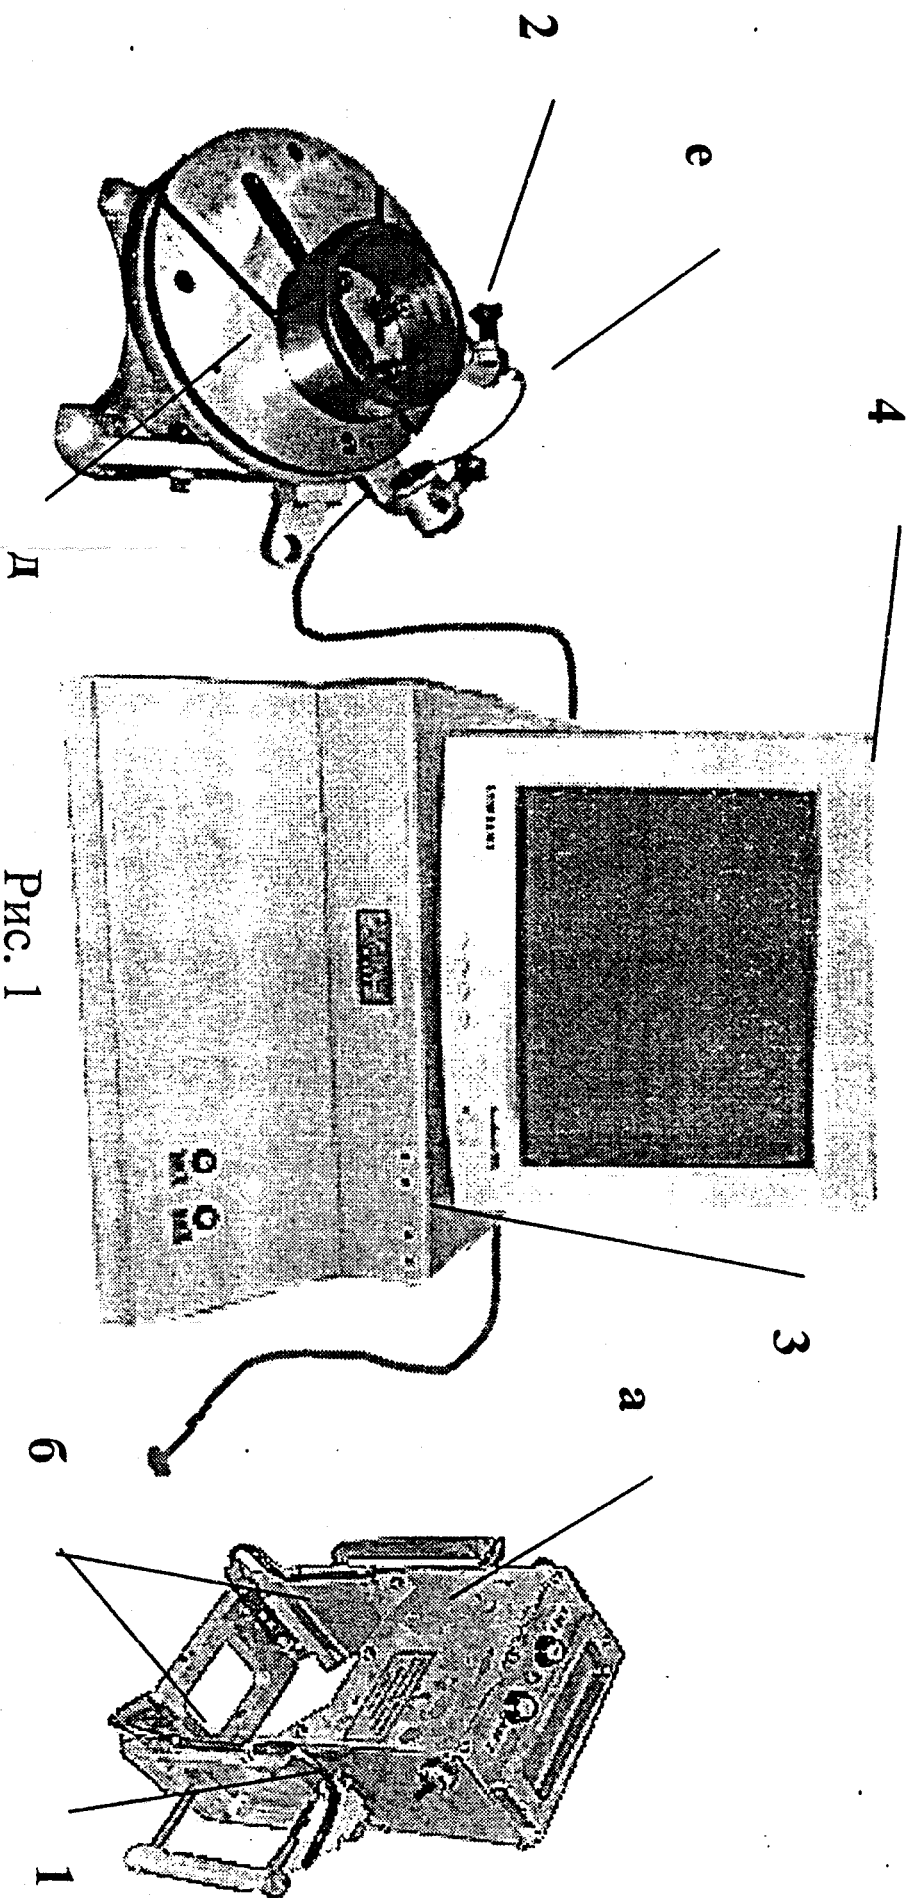

Рис. 1
- измерительного устройства для контроля (измерений) наружного диаметра шейки оси "Призма" – УПК-01.02.000, поз.1 (Рис.1) с индуктивными преобразователями линейных перемещений поз.б;
- измерительного устройства для контроля (измерений) диаметра внутреннего кольца подшипника - УД-1В, поз.2 (Рис.1)) с индуктивным преобразователем линейных перемещений поз. е;
- пульта управления УПК-01.01.000 с монитором поз. 3,4 (Рис.1);
- координирующей призмы (поз.1а, Рис.1);
- двух индуктивных преобразователей линейных перемещений А33.00.000-01 (ЦД-5), расположенных в двух взаимно перпендикулярных плоскостях призмы. Преобразователи установлены в пазах призмы и фиксируются винтами поз. б (Рис.1);
- прибора УД-1В (Рис.1 поз. 2);
- индуктивного преобразователя линейных перемещений А33.00.000-01 (ЦД-5) (Рис.1 поз. 1е).
Пульт управления - УПК-01.01.000 (Рис.1 поз.3) состоит из:
- монитора (Рис.1 поз. 4).